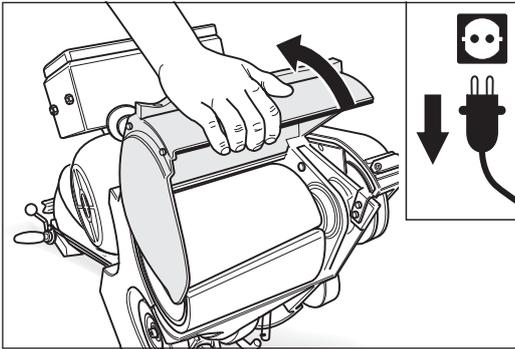

Abb. 23 Den Walzendeckel nach oben klappen.
- 5 Klappen Sie den Walzendeckel an der Vorderseite des Maschinengehäuses nach oben (Abb. 23).